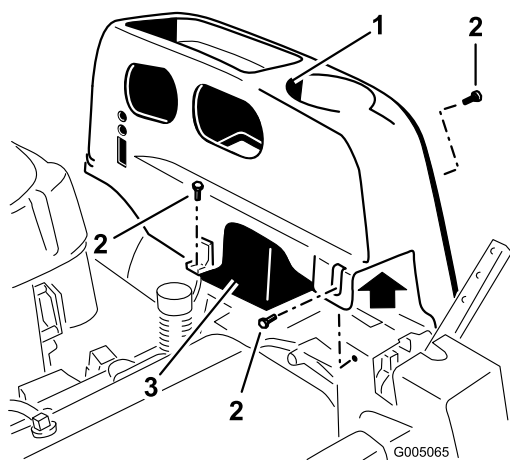

Bild 23
2. Nehmen Sie die TORX® Kopfschrauben (T25) ab, mit denen die linke Abdeckung am Rahmen befestigt ist, wie in Bild 23 dargestellt.